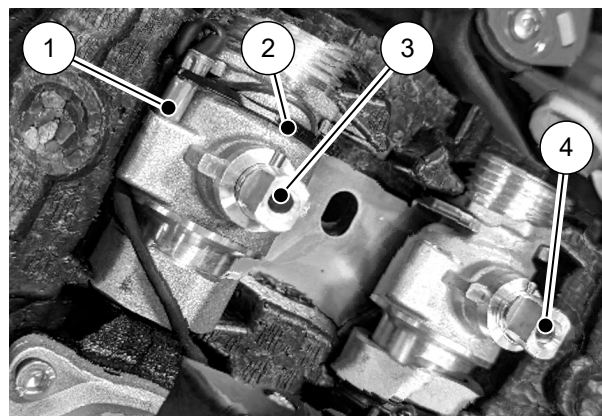

Abb. 1: Temperaturfühler am Wärmepumpen-Rücklauf
8. Die Thermogriffe und Isolierung abnehmen. Die Kabelbinder lösen, anschließend den Temperaturfühler aus dem Wärmepumpen-Rücklauf am Kugelhahn herausziehen (siehe → Abb. 1).
11. Den externen Temperaturfühler an die ursprüngliche Position am Wärmepumpen-Rücklauf/Kugelhahn einführen und mit einem Kabelbinder fixieren (siehe → Abb. 1).